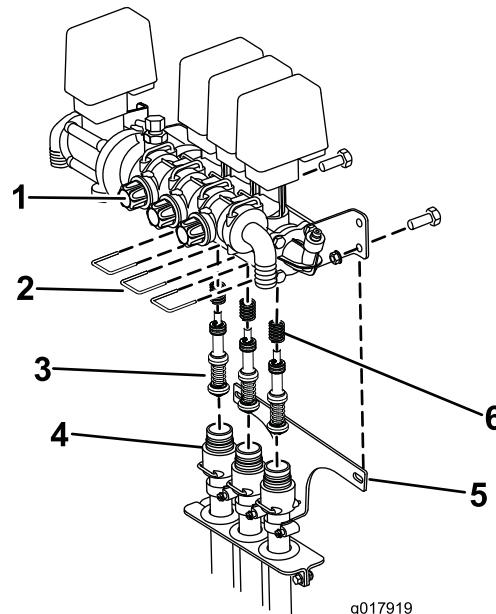

図 75
- B. 弁座をバルブ・アセンブリに固定しているフォーク（3本）を外す（図 75）。
- C. ホースプラケットをスプレーのフレームに固定しているねじ（2本）を外す（図 75）。バルブ・アセンブリからホースを降ろす。
- ン・アセンブリを取り外す。バルブにはスプリングが入っているので注意すること（図 75）。